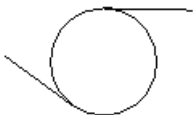

图 4.6.1 图元成组
几何图元创建后，可以选取和移动。要想让绘制的图元彼此间保持相对位置，可以通过创建一个独立的图元组来实现。如图 4.6.1 所示，可以使圆弧和直线成为一个图元组。操作的一般过程如下：
Step3. 选择 **Create (创建)** 命令，在系统 **选取草图图元来创建组。** 的提示下，按住 Ctrl 键选取图 4.6.1 中所示的三个图元，选择 **Done/Return (完成/返回)** 命令。